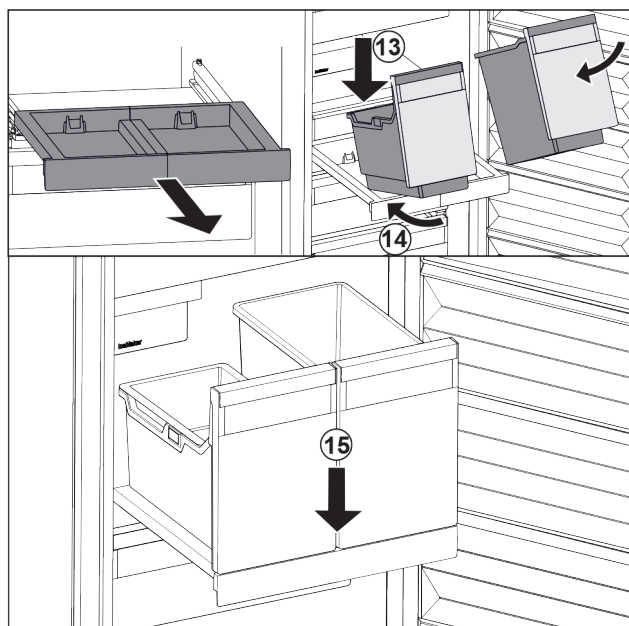

Fig. 106
- ▶ 将容器斜放在拉出式搁板上。 Fig. 106 (13)
- ▶ 将容器斜着向后推入。 Fig. 106 (14)
- ▶ 放下容器前部。 Fig. 106 (15)